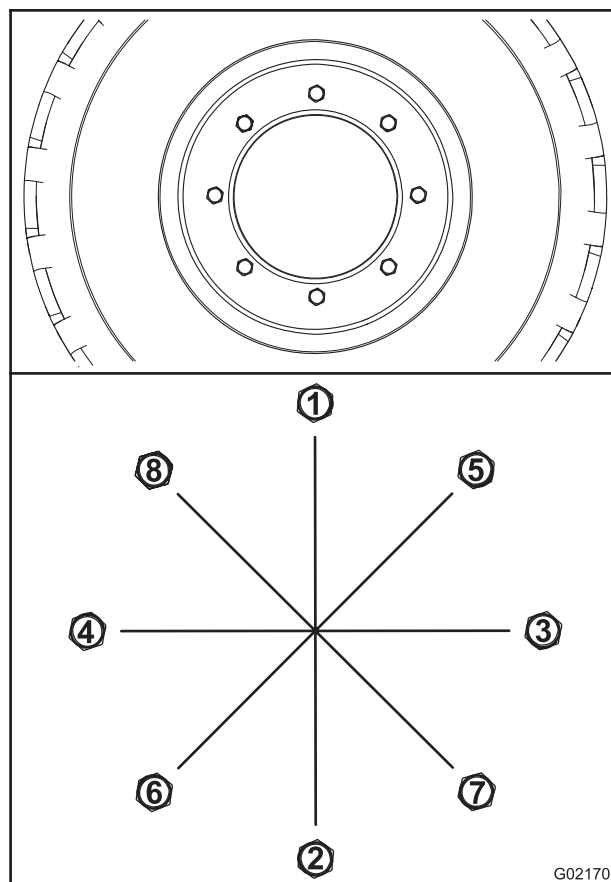

Рисунок 61
- A. Затяните все гайки колеса с моментом 100 Нм (75 фунт-футов) в последовательности, показанной на Рисунок 61.
- В. Затяните все гайки колеса с моментом 200 Нм (150 фунт-футов) в последовательности, показанной на Рисунок 61.
- С. Затяните все гайки колеса с моментом 300 Нм (225 фунт-футов) в последовательности, показанной на Рисунок 61.